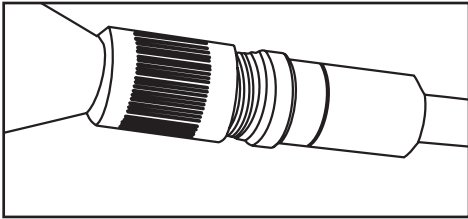

Fig. 4 – Conectando o tubo flexível
2 - Puxe o conector do tubo flexível (3) do equipamento até que ele trave, conforme Fig. 4;